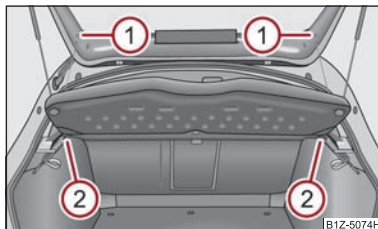

Fig. 72 Demontarea raftului din portbagaj
- Demontați benzile de susținere ① ⇒ fig. 72.
- Scoateți raftul din suportul ② orizontal în spate.
- La montare împingeți mai întâi raftul în suportul ② și apoi prindeți benzile de susținere ① de capacul portbagajului.